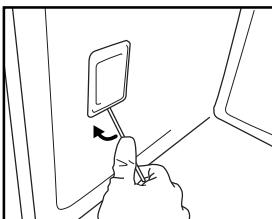

Fig. 7
3. Folosind o șurubelnită drept pârghie, scoateți capacul becului (Fig. 7).